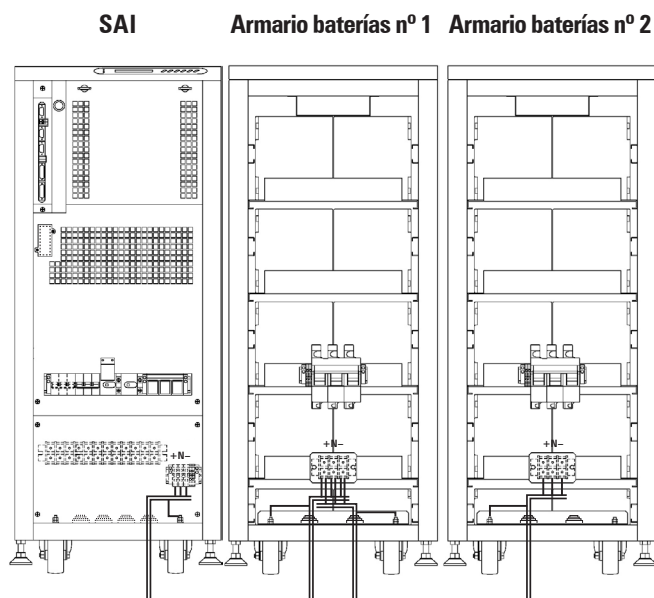

Fig. 22. Ejemplo de conexión entre SAI y dos armarios de baterías.
- La conexión del SAI con la bancada de baterías se realizará mediante la manguera de cables que se suministra, conectando un extremo a los bornes (X11), (X23) y (X12) del SAI y el otro a los bornes (X47), (X49) y (X48) de la bancada de baterías, respetando la polaridad indicada en el etiquetado de cada elemento y en este manual, y el color de los cables (rojo para positivo, negro para negativo, azul para la toma media (N) y verde-amarillo para toma de tierra), ver fig. 22.
- Tener en cuenta que si se suministra más de una unidad de baterías, la conexión será siempre en paralelo entre ellas y el equipo. Es decir, cable de color negro, del negativo del SAI al negativo de la primera bancada de baterías y de este al negativo de la segunda bancad de baterías, y así sucesivamente. De igual forma se procederá para la conexión del cable rojo de positivo, para el cable azul de la toma media (N) y para el verde-amarillo de toma de tierra.